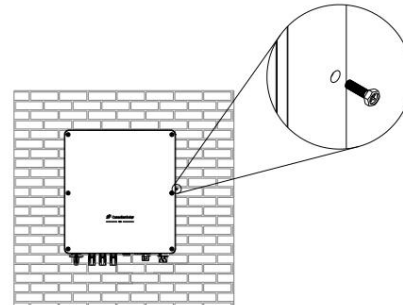

FIG. 6-10 Conserte os dois lados do inversor
2) Use dois parafusos de segurança para fixar os dois lados do inversor para garantir que o inversor fique bem preso à parede, conforme a FIG. 6-10.